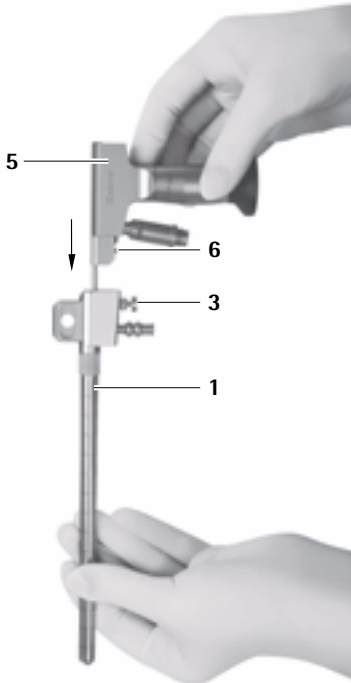

Fig. 2
- Lås endoskopet **5** i MINOP inVent-troakaren **1**, se Fig. 2.